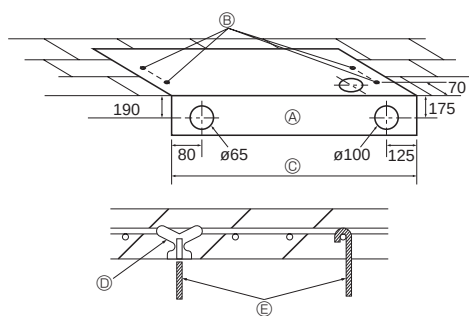

Fig. 3-3
3.2.3. Вибір положення підвісних болтів та труб (Fig. 3-3)